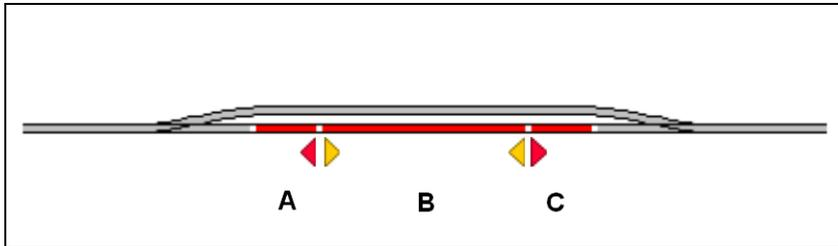
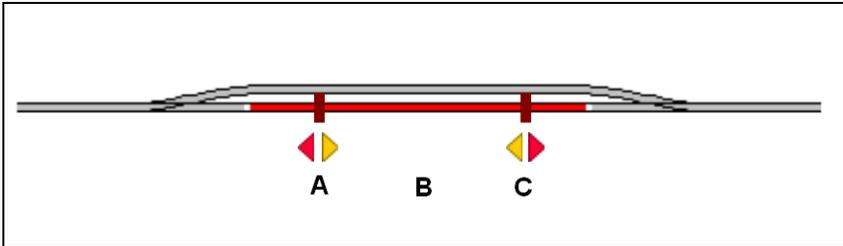
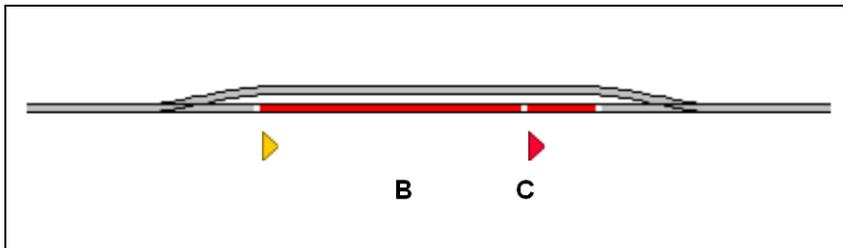

Abbildung 90: Block mit drei Dauerkontakten
Abbildung 91: Block mit Dauerkontakt und Momentkontakten
Abbildung 94: Block mit zwei Dauerkontakten
Abbildung 90 zeigt einen Block mit drei Dauerkontakten. Jeder dieser Melder ist verknüpft mit einem Kontaktmelder in der Software, die A, B und C genannt werden. Alle Melder werden in der Software im selben Block eingetragen. Der Block wird als belegt gemeldet, sobald ein Zug in den Abschnitt A von links oder in den Abschnitt C von rechts einfährt. Der Block bleibt belegt, bis der Zug den jeweils gegenüberliegenden Abschnitt verlassen hat. Melder A ist zusätzlich mit einer Haltemarkierung für Züge markiert, die nach links fahren. Melder C dient einer Haltemarkierung für nach rechts fahrende Züge. Die Züge werden jeweils an der Grenze zwischen B und A bzw. B und C angehalten. Der Melder B wird verwendet für Bremsmarkierungen für beide Richtungen. Züge beginnen abzubremsen, sobald sie in den Abschnitt B einfahren. Die Abschnitte A und C sollten lang genug sein, damit jeder Zug noch sicher vor Erreichen der nachfolgenden Weiche anhält. Auf der anderen Seite sollte jeder haltende Zug komplett in den Block passen. Aus diesem Grund müssen die Grenzen zwischen B und A bzw. C, wo Züge angehalten werden, nahe genug an der Grenze des gesamten Blockes liegen, damit Züge nicht zu früh anhalten und eventuell nicht mehr in den Block passen.
Aus rein technischer Sicht zeigt Abbildung 90 eine optimale Lösung. Der Block wird als belegt gemeldet, solange sich ein Zug in einer der drei überwachten Gleisabschnitte befindet. Zusätzlich wäre sogar eine Unterscheidung möglich, in welcher der drei Abschnitte A, B oder C sich ein Zug befindet. Versehentlich abgekuppelte oder geparkte Wagen können ggf. ebenfalls erkannt werden. Diese Methode ist aber auch relativ aufwendig, da Dauerkontakte vergleichsweise teuer sind und die Schienen an der Grenze jedes Gleisabschnittes für die Stromführung aufgetrennt werden müssen.
Abbildung 91 zeigt einen Block mit einem Dauerkontakt (B) und zwei Momentkontakten (A und C). Jeder ist mit einem Kontaktmelder in der Software verknüpft, die A, B und C genannt werden. Alle Melder werden in der Software beim selben Block eingetragen. Der Block wird als belegt gemeldet, sobald ein Zug aus beliebiger Richtung in den Abschnitt B einfährt. Der Block bleibt belegt, bis der Zug Abschnitt B wieder verlässt. Melder A wird mit einer Haltemarkierung für Züge verwendet, die nach links fahren. C mit einer Haltemarkierung für nach rechts fahrende Züge. Beide Melder werden zusätzlich auch mit einer Bremsmarkierung für die jeweils entgegengesetzte Richtung markiert. Die Positionen von A und C sollten gewährleisten, dass Züge rechtzeitig vor Erreichen der Weichen anhalten. Auf der anderen Seite sollte der längste Zug in den Block passen, falls er hier halten muss. Aus diesem Grund müssen A und C als Haltepunkte nahe genug an der Grenze des gesamten Blockes liegen, damit Züge nicht zu früh anhalten und eventuell nicht mehr in den Block passen.
Die Konfiguration in Abbildung 91 ist normalerweise preiswerter als die aus Abbildung 90, da Momentkontakte normalerweise nicht so teuer wie Dauerkontakte sind. Zu beachten ist aber auch, dass Momentkontakte häufig nicht so zuverlässig arbeiten wie Dauerkontakte.
Abbildung 94 wurde abgeleitet aus Abbildung 90 durch Weglassen des Melders A. Es wird angenommen, dass der Block nur von links nach rechts durchfahren wird. B ist mit einer Bremsmarkierung und C mit einer Haltemarkierung ausgestattet für Züge, die nach rechts fahren.
Die hier vorgestellten Konfigurationen sind nur Beispiele. Situationen wie in Abbildung 94 können auch mit Momentkontakten statt Dauerkontakten oder mit einer Mischung aus beidem gelöst werden ähnlich wie Abbildung 91. Auch andere Konfigurationen sind denkbar. Es gibt keinen besten Weg, einen Block mit Meldern auszustatten. Die optimale Lösung hängt nicht nur von den technischen Anforderungen, sondern auch von dem bei Ihnen bereits vorhandenen Material ab und davon, wie viel Sie für neues Zubehör auszugeben gedenken.